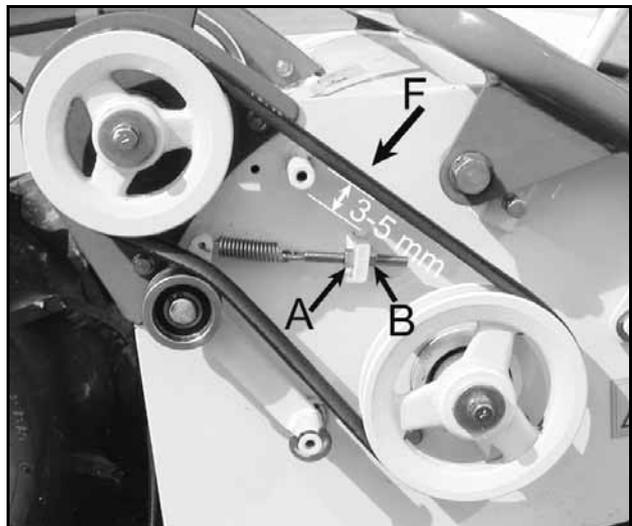

Figura 28
- Premere la cinghia con il dito in posizione mediana tra le 2 pulegge (F, Figura 28): la cinghia deve flettere di circa 3 ~ 5 mm. In caso contrario, registrare la tensione della cinghia mediante i dadi "A" e "B".